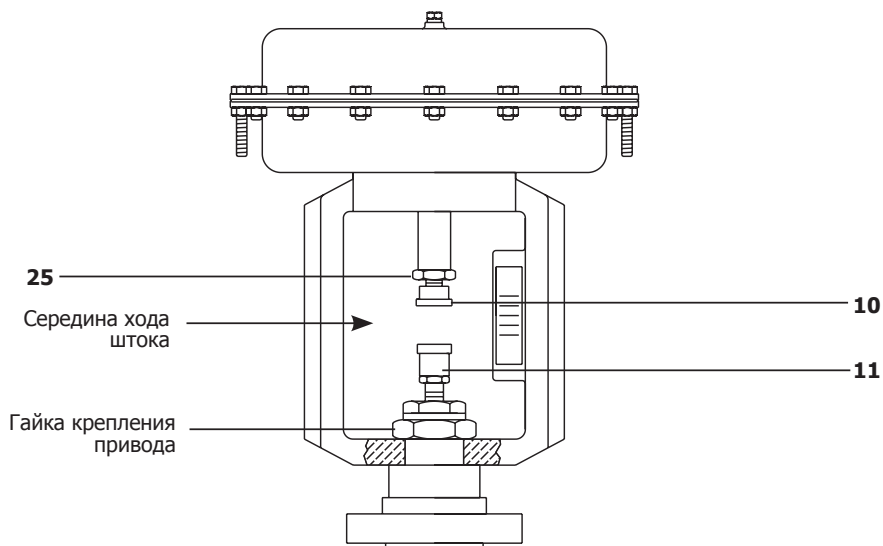

Рис. 7
- Отдайте гайку крепления привода и снимите привод с клапана (рис. 7).